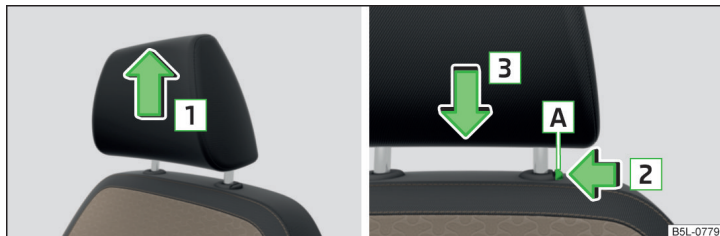

Fig. 65 Appuie-tête : tirer vers le haut / pousser vers le bas
- Saisir les appuie-têtes et les tirer vers le haut dans le sens de la flèche **1** » fig. 65.
- Appuyez sur la touche de verrouillage **A** dans le sens de la flèche **2** » fig. 65 et retirez l'appuie-tête.